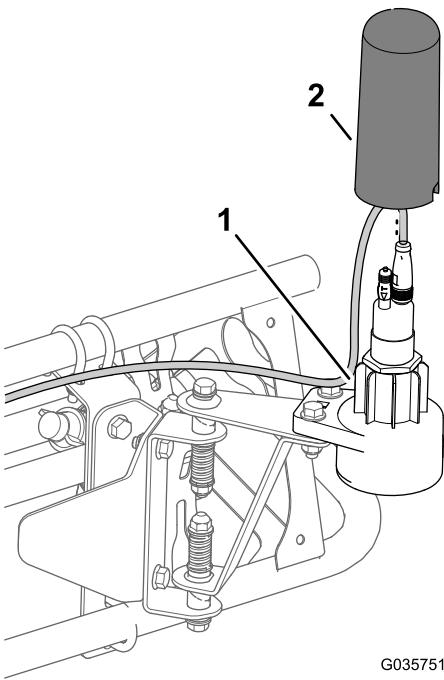

Figura 25
4. Instale a parte superior da caixa por cima do sensor e na parte inferior da caixa (Figura 25).